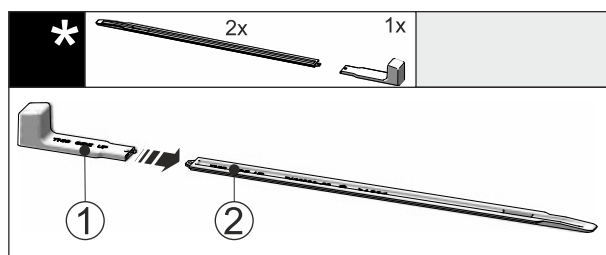

Fig. 54
- Sæt monteringsgrebet Fig. 54 (1) på nivellerings skinnen Fig. 54 (2).